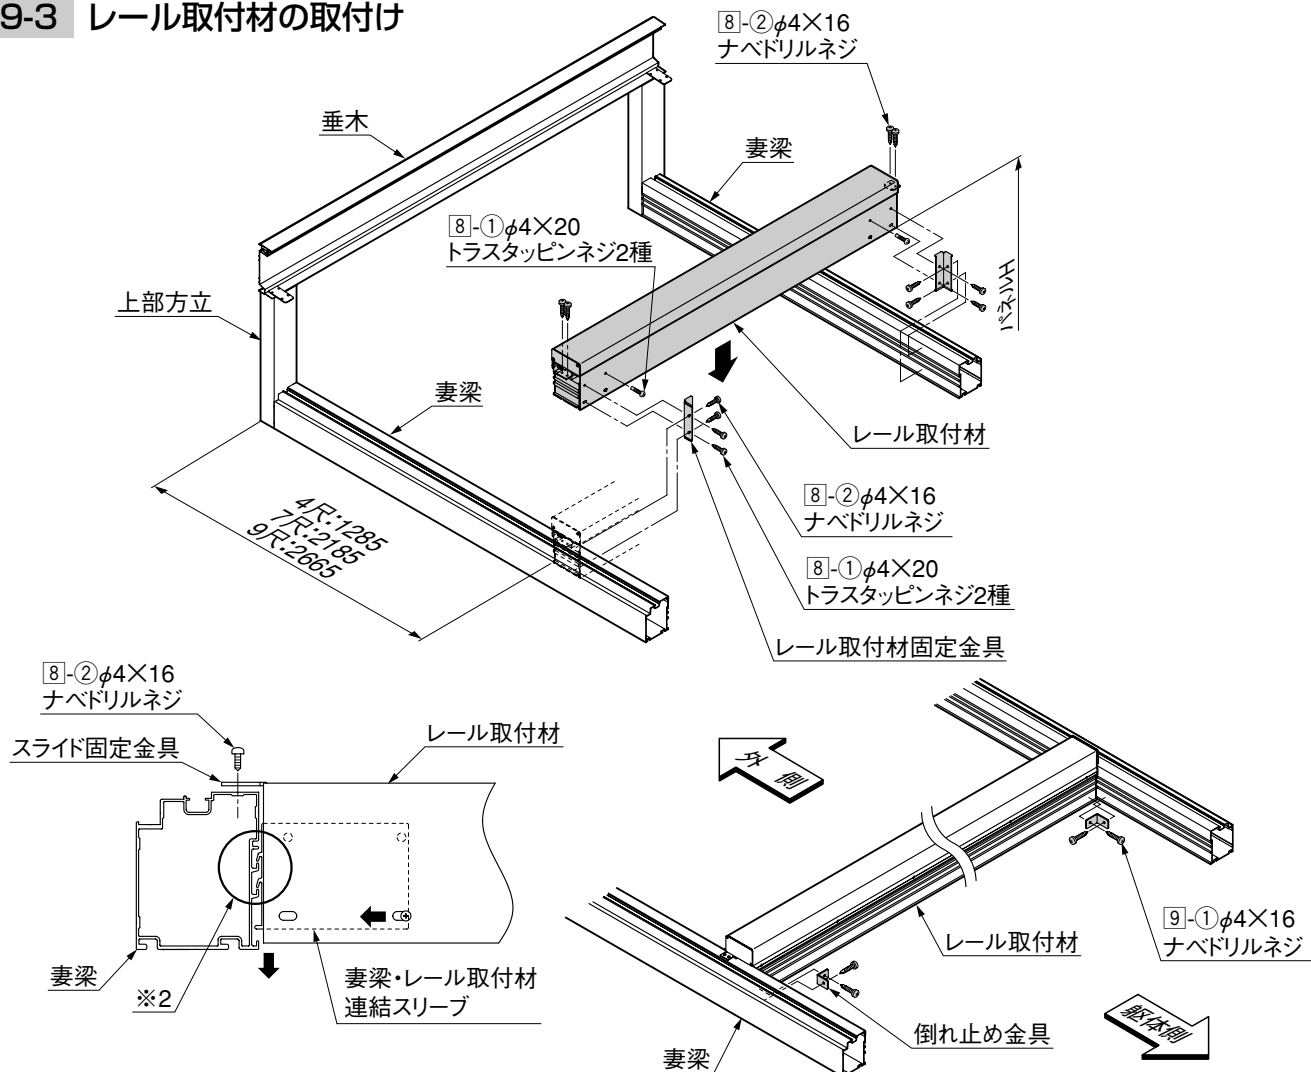

図9-2
② 取付ける折戸パネルの出幅に合せ、レール取付材を固定してください。(図9-2参照)